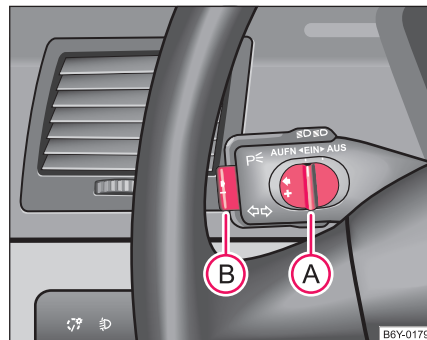

Fig. 86 Manetă de control: Tasta și întrerupătorul sistemului de control al vitezei.
- Împingeți întrerupătorul (A) ⇒ Fig. 86 în poziția **ON** (activat).
- În momentul în care atingeți viteza dorită, apăsați scurt tasta (B).
- Viteza memorată poate fi **mărită** fără a acționa pedala de accelerație, prin împingerea întrerupătorului **(A)** ⇒ Pagina 102, Fig. 86 în poziția **RES** (AUFN).
- Decuplarea temporară a sistemului de control al vitezei se poate realiza și împingând întrerupătorul **(A)** ⇒ Pagina 102, Fig. 86 spre dreapta în poziția intermediară, înaintea poziției **OFF** (ÎNCHIS). Întrerupătorul revine apoi singur în poziția **ON** (ACTIVAT).
**Reluarea** memoriei înregistrate se realizează după eliberarea pedalelor de frână și ambreiaj, iar în cazul autovehiculelor cu cutie automată de viteze, doar după eliberarea pedalei de frână, prin deplasarea scurtă a întrerupătorului **(A)** ⇒ Pagina 102, Fig. 86, până la limita stângă, în poziția **RES** (RELUARE).
- Împingeți întrerupătorul  ⇒ Pagina 102, Fig. 86 spre dreapta, până la limită, în poziția **OFF** (ÎNCHIS). ■